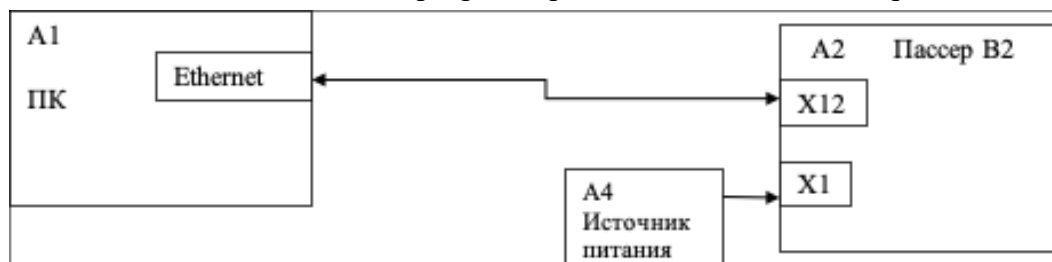

Рисунок 15 – Схема подключения изделия для программирования ПО Системное
Схема подключения изделия для программирования ПО Системное приведена на Рисунок 15.
1. Соберите схему, приведенную на Рисунок 15.